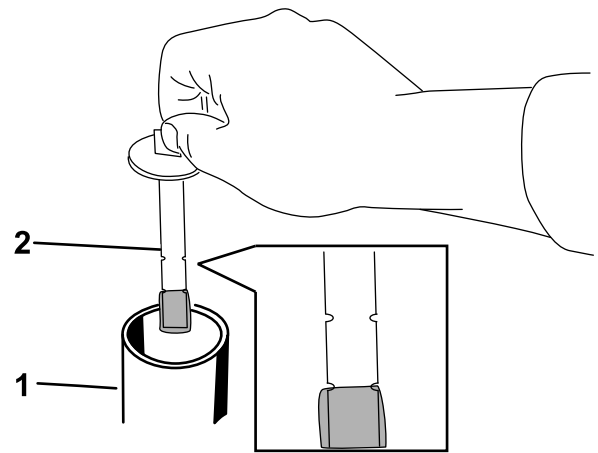

Figura 81
7. Retire el tapón del cuello de llenado y compruebe el nivel de fluido en la varilla (Figura 81).